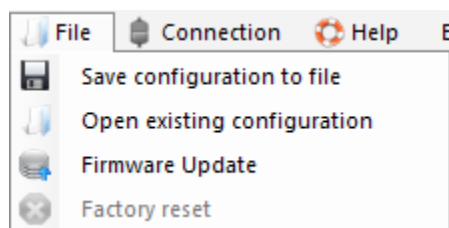

Figura 8. Menu "File"
1. Il menu **"File"** (Figura 8) consente di: